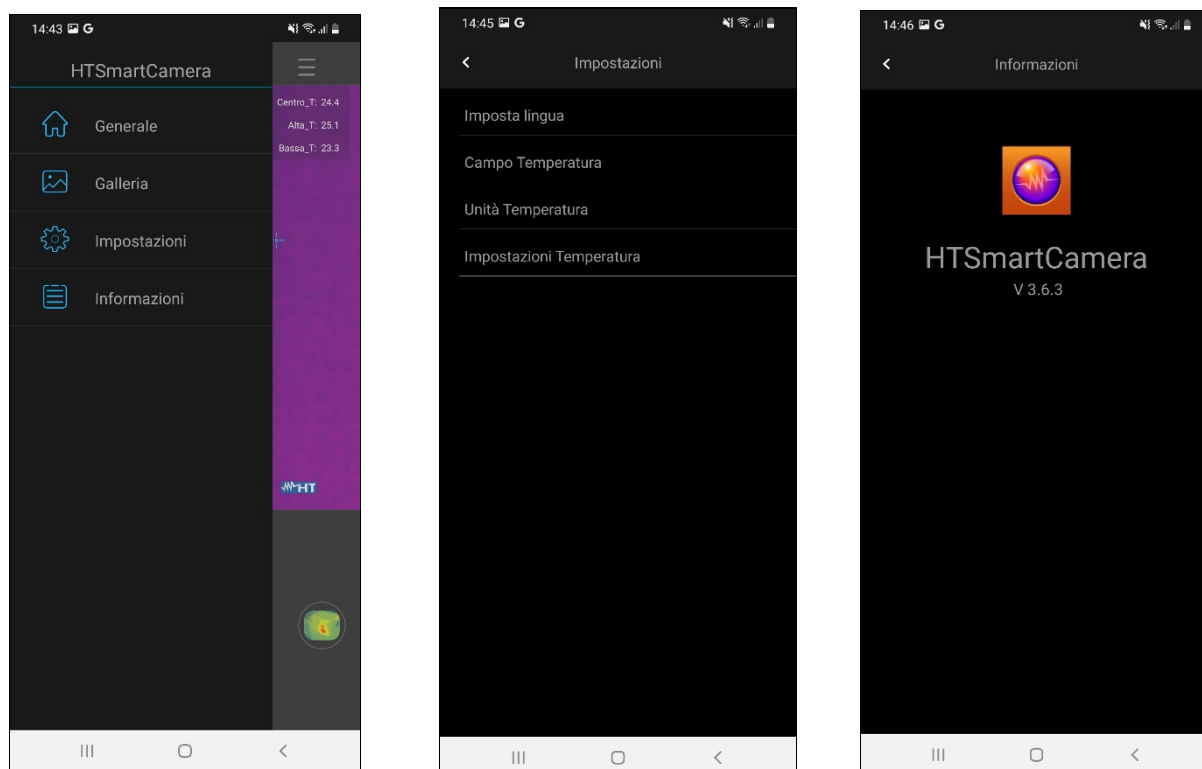

Fig. 4: Menu generale
1. Toccare l'icona  per entrare nel menu generale dell'applicazione. La videata di Fig. 4 – parte sinistra è mostrata a display
Toccare questa icona per entrare nella sezione "Impostazioni" (vedere Fig. 4 – parte centrale)
Toccare questa icona per entrare nella sezione "Informazioni" in cui è indicata la versione dell'applicazione (vedere Fig. 4 – parte destra)